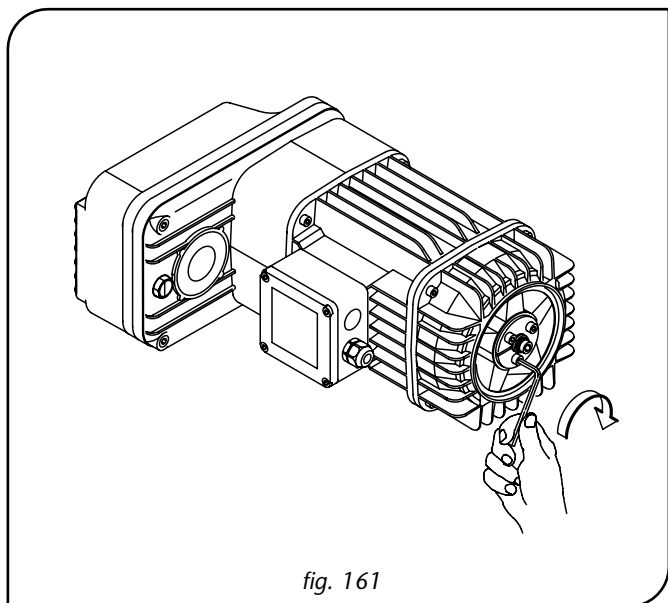

fig. 161
6. Ricollocare le tre viti nella sede originale sulla ghiera avvitandole di nuovo sul ceppo (fig. 161).